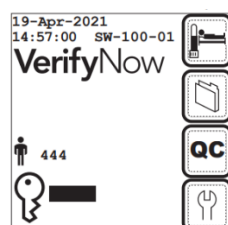

Рисунок 19: Главное меню
2. Введите идентификатор оператора и пароль, если это необходимо. С помощью сканера штрих-кода или клавиатуры введите идентификатор оператора в ответ на запрос **идентификатора оператора** (👤). Нажмите клавишу **ТАВ** (Tab), чтобы перейти к запросу «Пароль» (🔑) для ввода пароля. Нажмите кнопку  (**Далее**), чтобы перейти в **главное меню** (рис. 19 (стр. 29)). Перед использованием прибору следует дать прогреться в течение как минимум 15 минут.